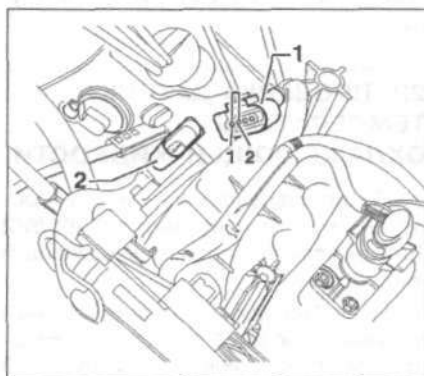

Рис. 3.37. Отсоедините разъем проводки 1 от датчика 2.
5. Отсоедините разъем проводки 1 от датчика 2 (рис. 3.37).
8. Отсоедините разъем проводки 1 от датчика 2 (рис. 3.37).